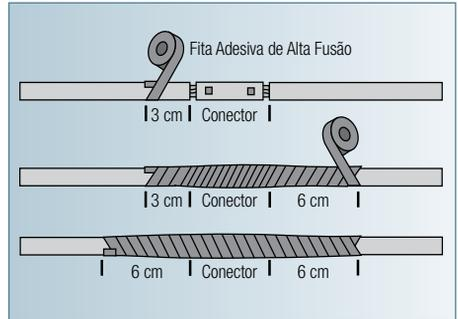

Figura 9: Detalhe da aplicação da fita adesiva de alta fusão
- Depois, isole cuidadosamente cada união com a fita adesiva de alta fusão, conforme demonstrado na figura 9. Cuide para tracionar a fita de forma adequada.